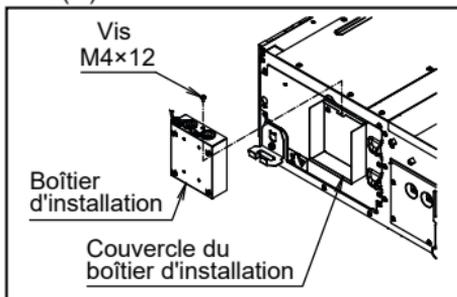

Figure 5
3. Fixez le boîtier d'installation sur le couvercle du boîtier d'installation à l'aide de la vis M4×12 des accessoires (reportez-vous à la Figure 5).